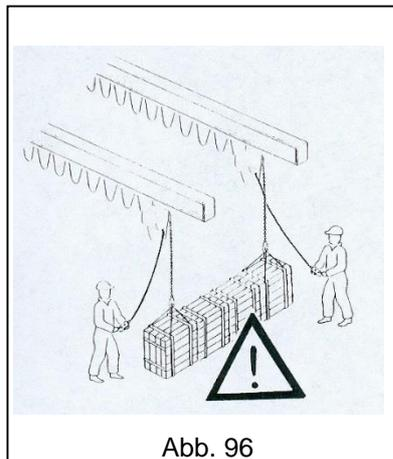

Abb. 96
- **NIEMALS** zwei Krane gleichzeitig zum Heben derselben Last verwenden, ohne angemessene Sicherheitsvorkehrungen getroffen zu haben (Abb. 96).